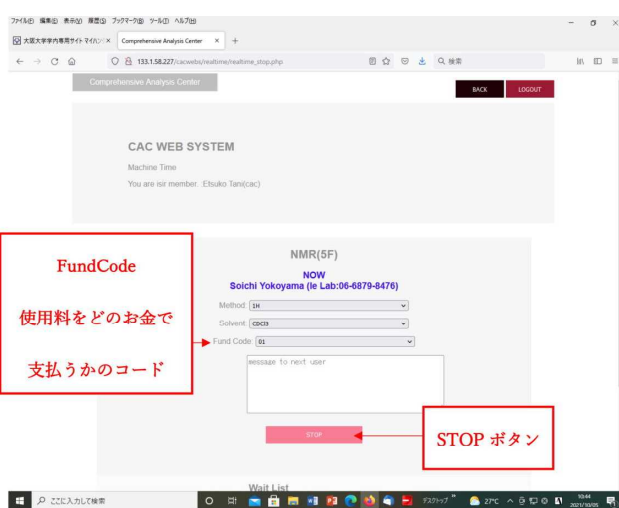

図7
- ③測定終了時には必要事項を入力し、「Stop」ボタンをクリックします。（図7）。FundCodeは、使用料をどのお金で支払うかのコードになります。このコード番号は研究室の先生や秘書さんが把握していますので研究室のスタッフに確認の上選択して下さい。